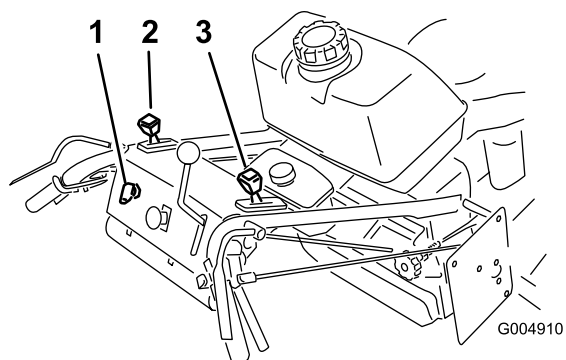

Figura 6
6. Mueva el control del acelerador a la posición Rápido y mueva la palanca del estérter a la posición de Conectado antes de arrancar el motor si éste está frío (Figura 6).
2. Mueva la palanca del acelerador a lento (Figura 6).